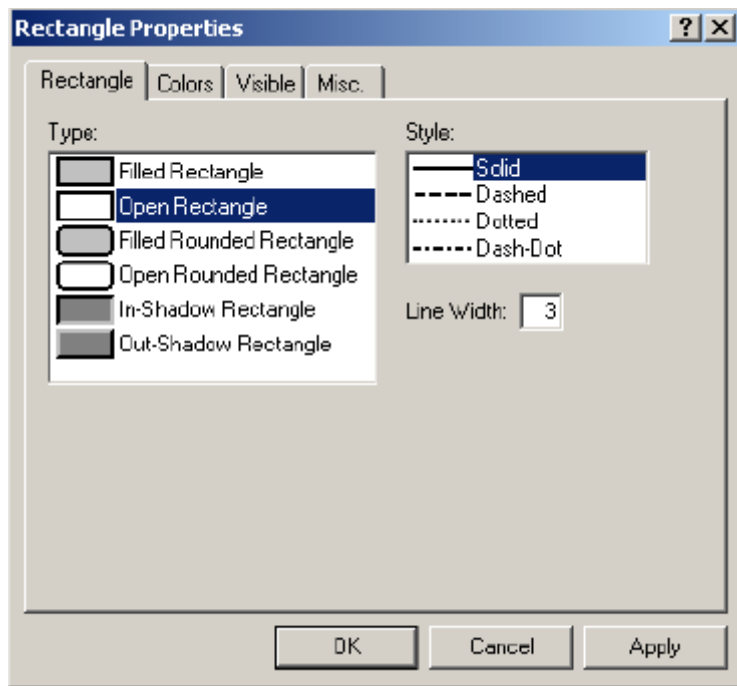

图 11.18: Rectangle Properties 对话框中 Rectangle 选项
- 如图 11.18 所示，完成 ‘Rectangle Properties’ 对话框中 ‘Rectangle’ 选项，然后